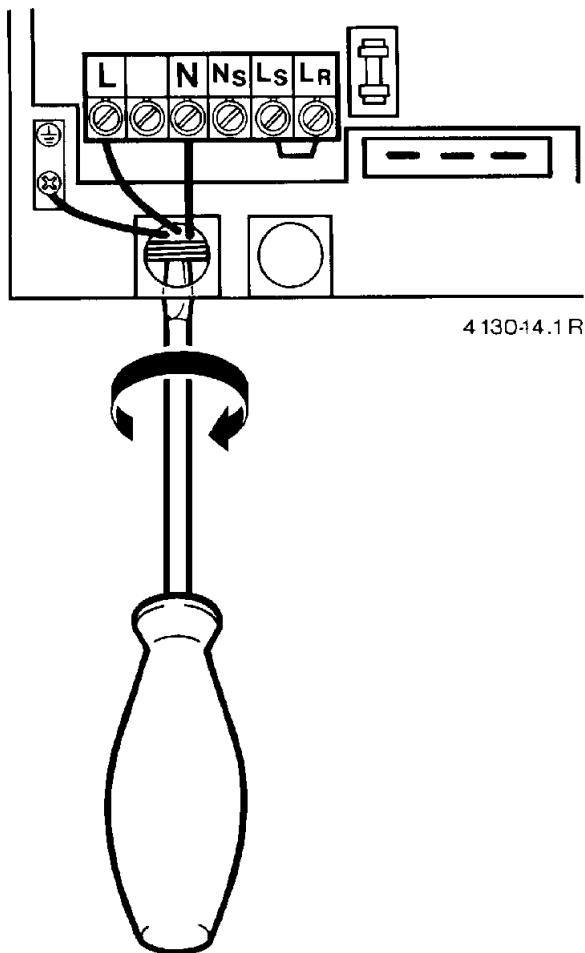

Fig. 13
- Fare passare il cavo attraverso la guarnizione del passacavo e collegarlo come da fig. 13.